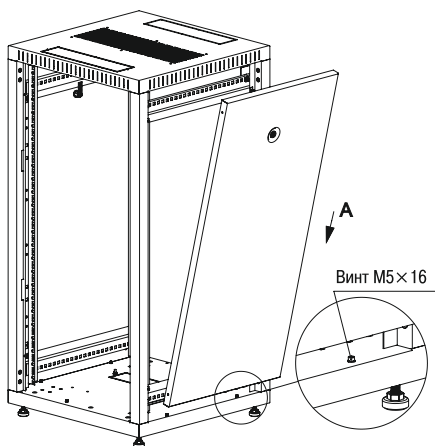

Рисунок 7 – Установка боковых панелей
4.3.6.2 Для установки боковых панелей в шкаф состыкуйте круглые посадочные отверстия панели с винтами M5 × 16, установленными на основании (действие A), затем переведите язычки замков в положение «закрыто» (рисунок 7).